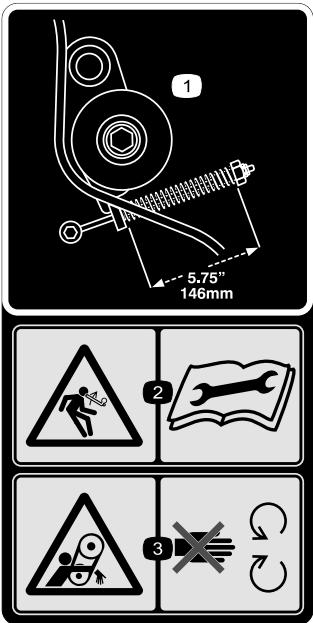

Figura 33
- Verifique tensão adequada da correia ao comprimir a mola intermediária para um comprimento de 146 mm; consulte Figura 33.